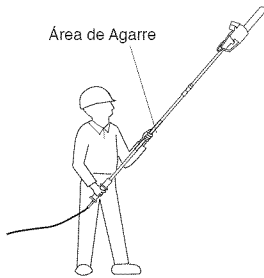

Figura 9- Áreas de Agarre Designadas
2. Use ambas manos para agarrar la Sierra de Pértiga. Cuando opere la Sierra de Pértiga use solamente las áreas de agarre designadas (vea la Figura 9, en la página 12 ). Aplique un agarre firme. Los pulgares y dedos deben envolverse alrededor del mango de la Sierra de Pértiga y de la pértiga.